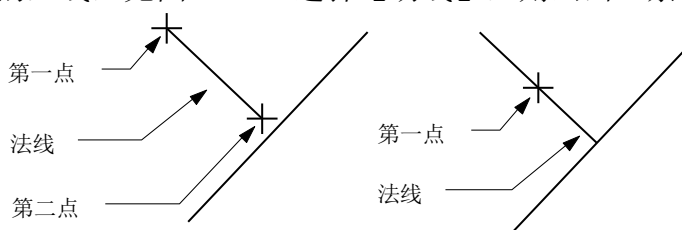

图 2-12 直线的法线
- 1) 单击立即菜单上的【切线】，则该项内容变为【法线】。按改变后的立即菜单进行操作，将画出一条与已知直线相垂直的直线，见图 2-12。选择【切线】，则画出一条与已知直线相平行的直线。